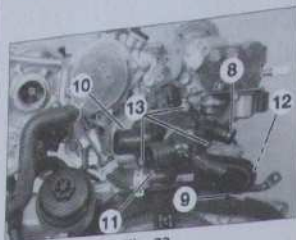

Fig. 72
- Désaccoupler les durits des orifices (8), (9), (10) et (11) (Fig.72).
- le clip de maintien du tube intermédiaire sur le boîtier de sortie d'eau (12),
- les 3 vis de fixation (13) du boîtier de sortie d'eau.